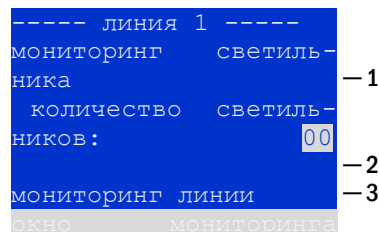

Рис. 25. Настройка мониторинга линий
В верхней строке на экране настройки мониторинга (рис. 25) отображается номер линии (рис. 25, номер 1). С помощью клавиш △ и ▽ можно открыть следующие параметры настройки:
- 2 — допуск для мониторинга тока. Возможные значения: ВЫКЛ. (мониторинг тока не ведется), 5 %, 10 %, 20 % (рекомендованное значение), 50 % (рис. 25, номер 2).
- 3 — измерение эталонного тока (рис. 25, номер 3). Для начала измерения нужно нажать клавишу ▷ или ВВОД ○, а полученное по результатам измерения значение сохраняется как эталонное для целей мониторинга тока.